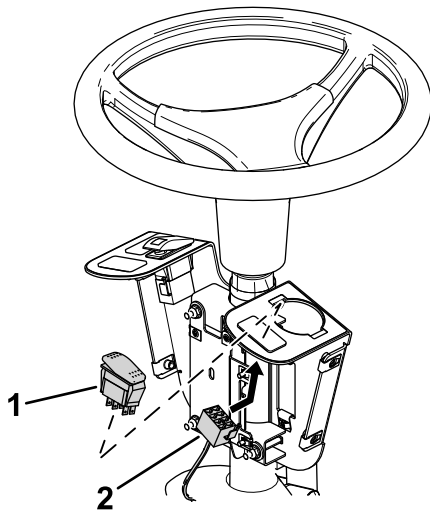

図 8
10. プラグを外し、できた穴にビーコンスイッチの盛り上がった側を上にして取り付ける図 8。
11. スイッチにビーコンコネクタを接続する(図 8)。